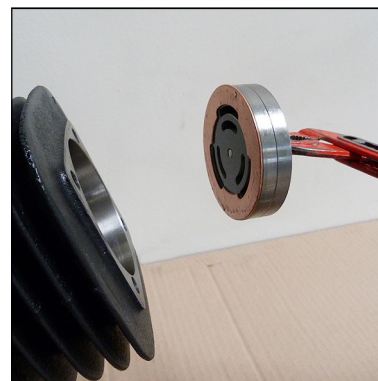

Abb. 3 - Neues Saug- / Druckventil in Zylinder ausgerichtet einsetzen
- Neues Saug- / Druckventil in Zylinder ausgerichtet einsetzen (Abb. 3).